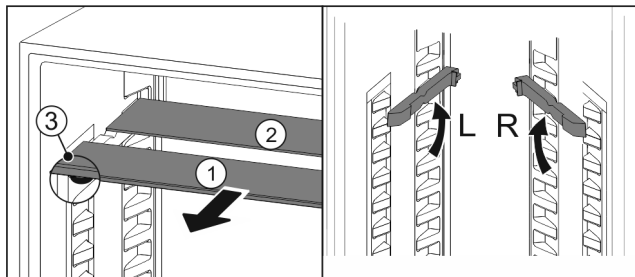

Fig. 145
- Izvucite Fig. 145 (1) staklene ploče jednu po jednu prema naprijed.
- Staklena ploča Fig. 145 (1) s ukrasnom letvicom nalazi se sprijeda.
- Zaustavljači Fig. 145 (3) su usmjereni prema dolje.